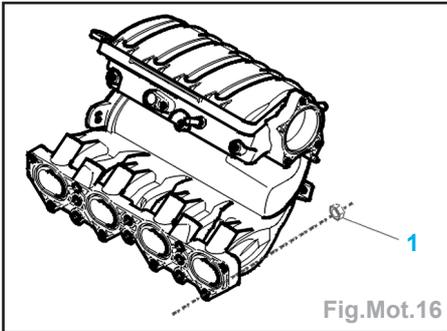

Fig.Mot.16
- les agrafes (11), à l'aide d'un tournevis,
- les injecteurs d'essence (12).
- Déposer (Fig.Mot.16) :
- les écrous (1) de fixation du répartiteur d'admission,